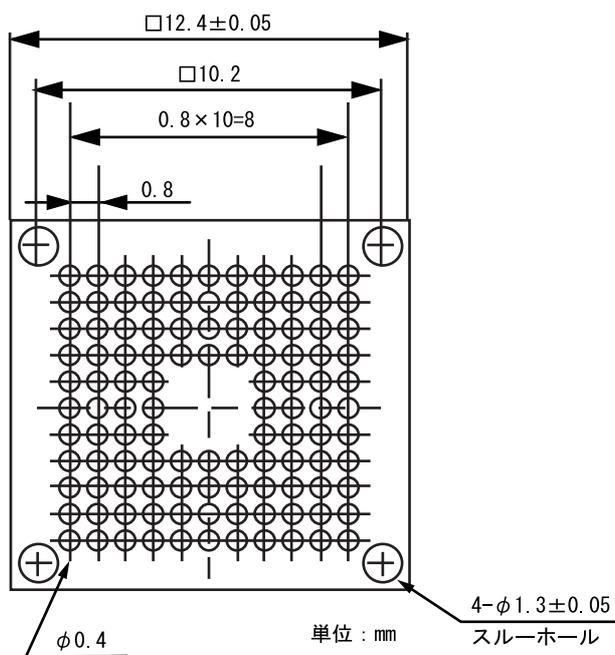

図7 推奨マウントパッド寸法
- (3) ICソケットの位置合わせガイドピンを、ユーザシステムのガイド用部品穴に合わせて搭載します。基板のパッドとICソケットが正しく位置合わせされていることを確認してください。
- (4) ICソケットの実装
- a) ICソケットの外形寸法は実際のICパッケージより大きいので、他の部品の実装範囲については図7を参照してください。
TBP-112 パッケージ用 IC ソケット（東京エレクトック株式会社製：CSPACK112A1110H01）を使用する場合のユーザシステム推奨マウントパッド（フットプリント）寸法を図7に示します。
なお、図7の推奨マウントパッド寸法は、MCU 実装用マウントパッド寸法とは多少異なりますので注意してください。